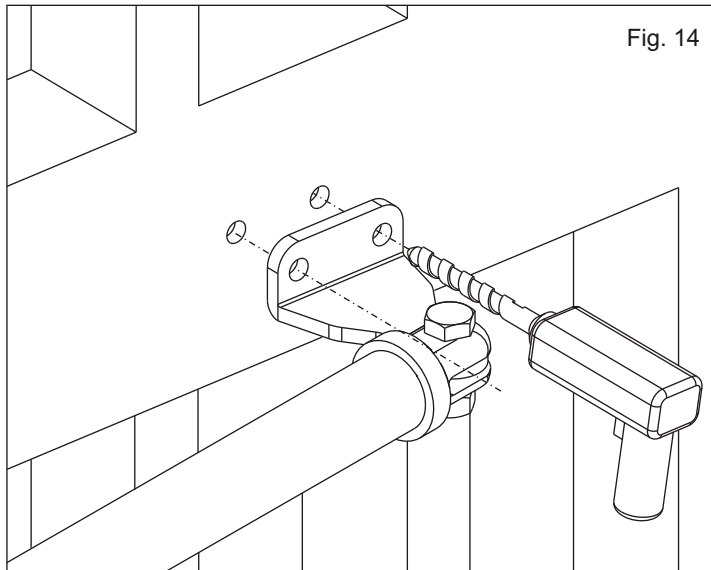
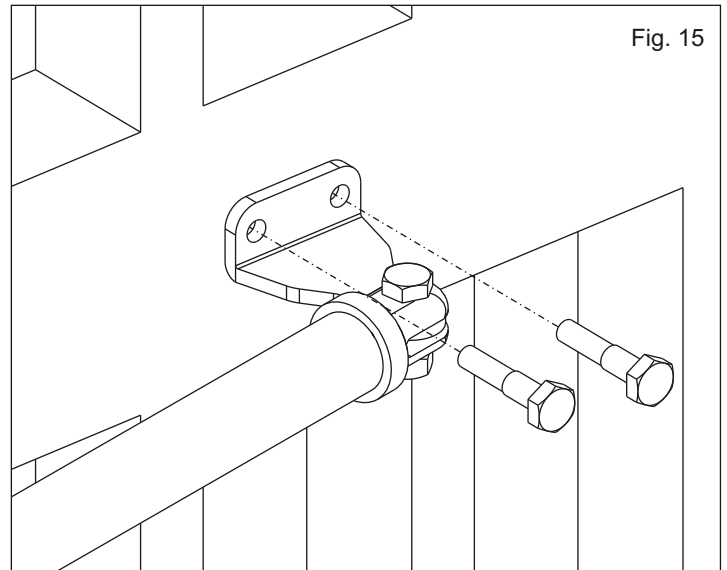

Fig. 14
Fig. 15
**2.8. Agujerear la cancela (Fig. 14) de manera de poder fijar el estribo anterior con las tuercas en dotación teniendo cuidado de posicionar el operador perfectamente horizontal (Fig. 15)**